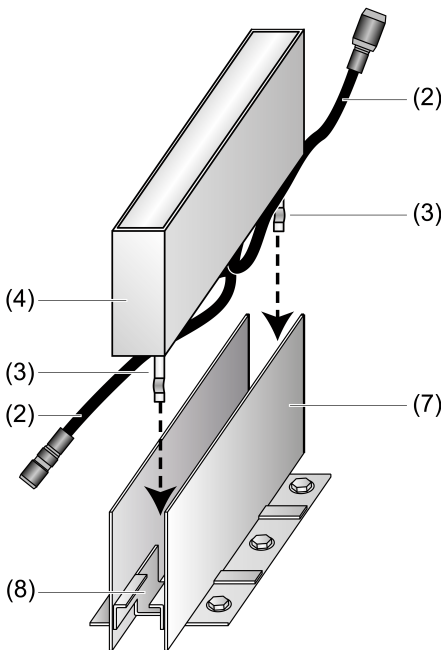
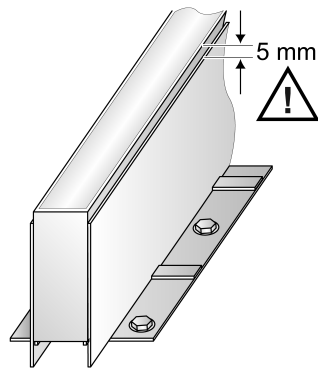

Bild 2: 344 mm Leuchte montieren
Bild 4: Eingesetzte Leuchte
- Die eingesetzte Leuchte ragt 5 mm über die Rahmenoberkante hinaus (Bild 4). Die Oberkante des Fertigfußbodens (OKFF) muss später ebenfalls 5 mm über dem Rahmen liegen.
- Voraussetzung: Der Einbaurahmen (7) ist bereits auf einem geeigneten Fundament montiert.
- Bei Montage der 344 mm langen Leuchte darauf achten, dass die Anschlussleitung (2) immer seitlich der Haltefedern (3) geführt wird (Bild 2).
- Anschlussleitung (2) sorgfältig in der Nut des Halteblechs (8) verlegen.
- Bodeneinbauleuchte (4) gerade in den Einbaurahmen einsetzen.
- Leuchte nach unten drücken, bis sie auf dem Halteblech (8) aufliegt und die Haltefedern (3) spürbar eingerastet sind.